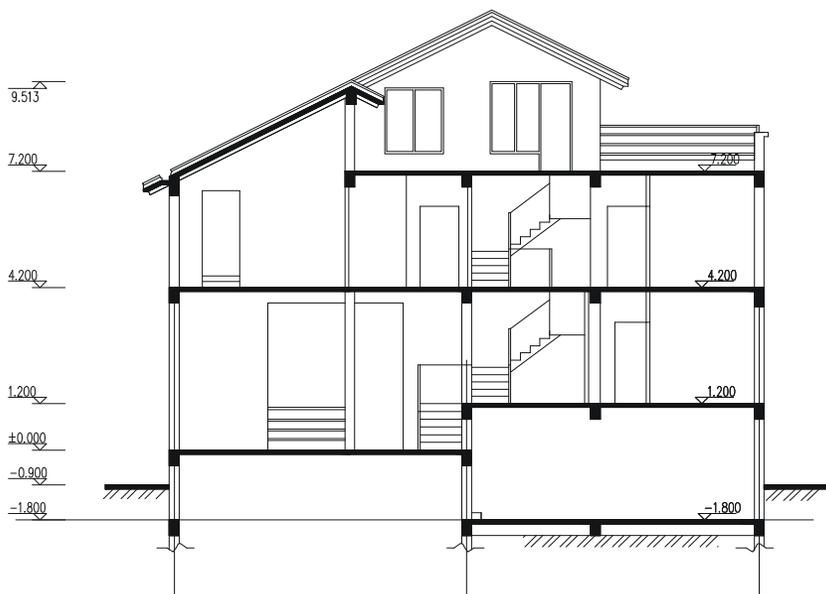
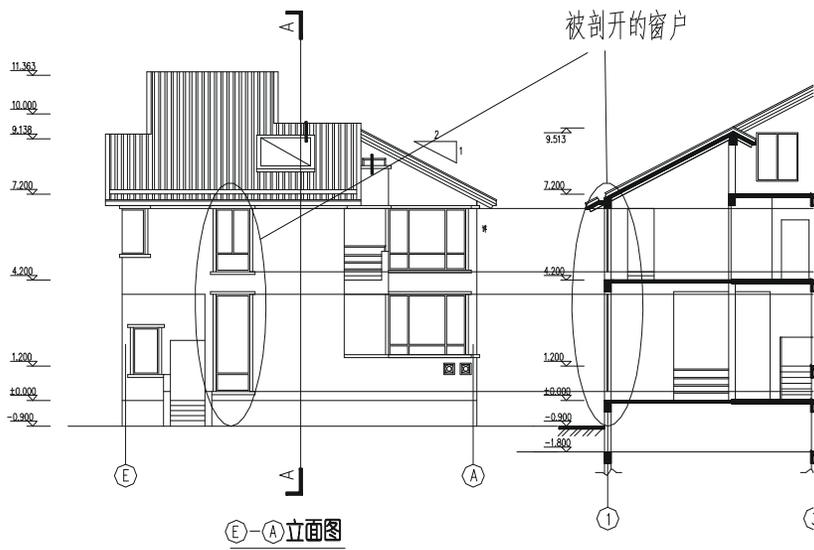

图 10-2-32
图 10-2-33
结束此操作得到如图 10-2-32 所示的栏杆。
**Chapter 10** **STEP 27** 如图 10-2-32 所示的剖面图左边墙上被剖开的窗户，由一层平面图分析得知，剖面图左边的墙应对应 E-A 立面图的窗，如图 10-2-33 所示。